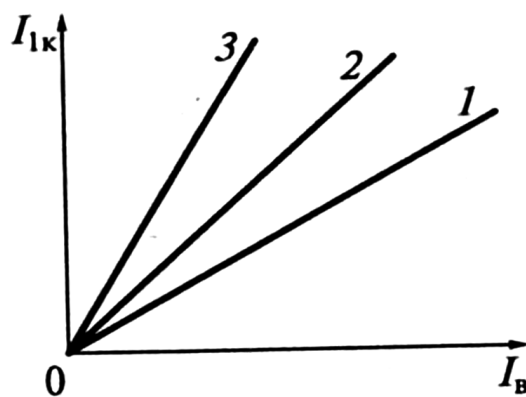

Рис.2. Характеристики короткого замыкания синхронного генератора
- 34 Характеристика трехфазного короткого замыкания синхронного генератора - эта зависимость приведена на рис.2 прямой